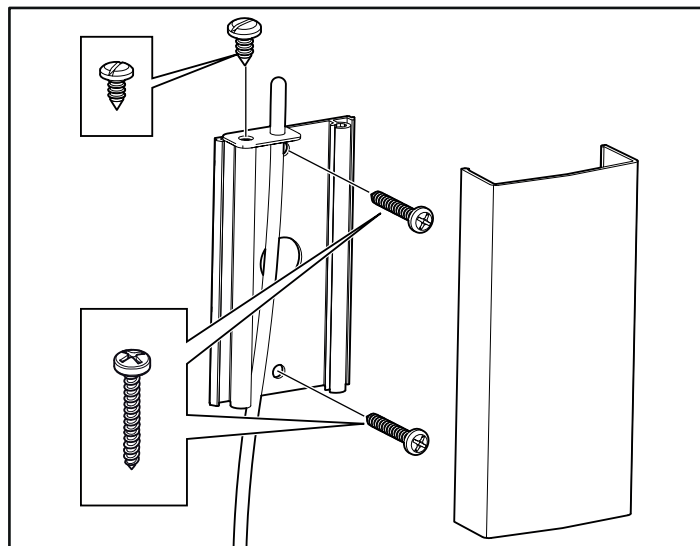
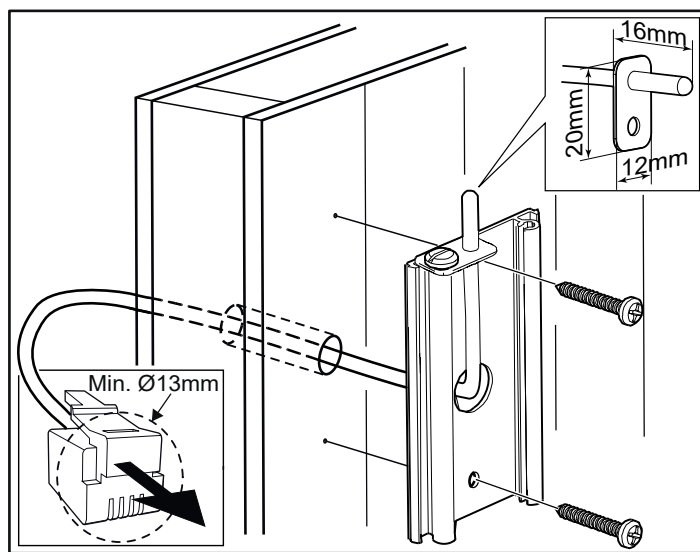

Рисунок 15: Установка датчика
Рисунок 16: Проведение проводки через стену.
9. Установите датчик на стене (см. Рис. 15). Провод термистора также можно провести через стену. Герметично заделайте все отверстия в стене за датчиком (см. Рисунок 16). Провод термистора может быть удлинен и выведен за пределы сауны, используя низковольтный провод (2-жильный).